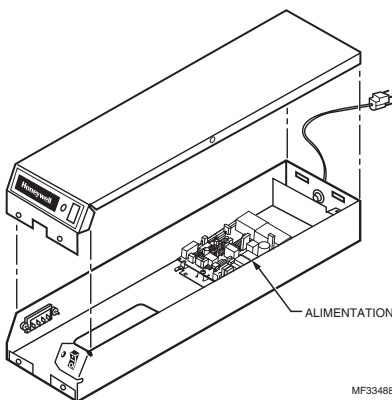

Fig. 2. Emplacement du bloc d'alimentation sur le F50F et le F58F.
- Débrancher les fils de l'ancien bloc d'alimentation. Voir les Fig. 2 à 5.